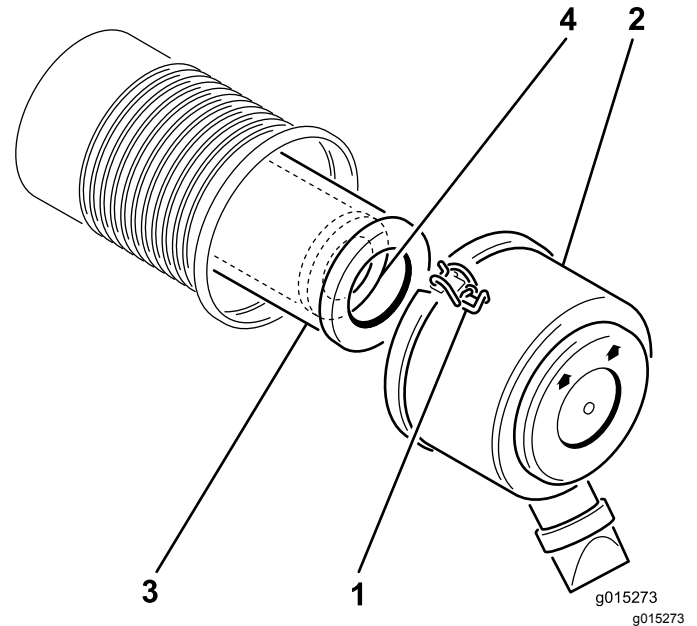

図 14
2. エアクリーナのカバーをボディーに固定しているラッチを外す。ボディーからカバーを外す 図 14。
4. 次フィルタをゆっくり引き抜くようにしてエアクリーナのハウジングから外す 図 14。
2. 安全フィルタを交換する場合には、十分に注意しながら、フィルタのボディに挿入する 図 14。
3. 1次フィルタをゆっくり押し込むようにして安全フィルタの上から取り付ける 図 14。
5. 上下方向を確認し、Upと書いてある方を上に向けてエアクリーナカバーを正しく取り付け、ラッチを掛ける 図 14。